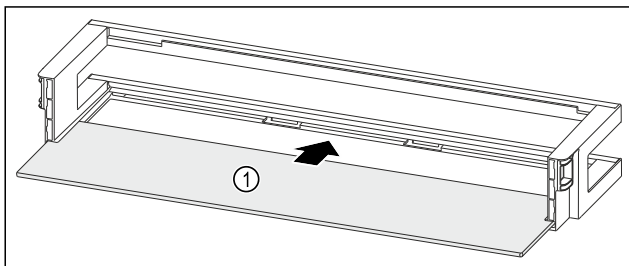

Fig. 121 Raft montat pe ușă cu raft
- ▶ Împingeți în interior raftul Fig. 121 (1) în degajările laterale.